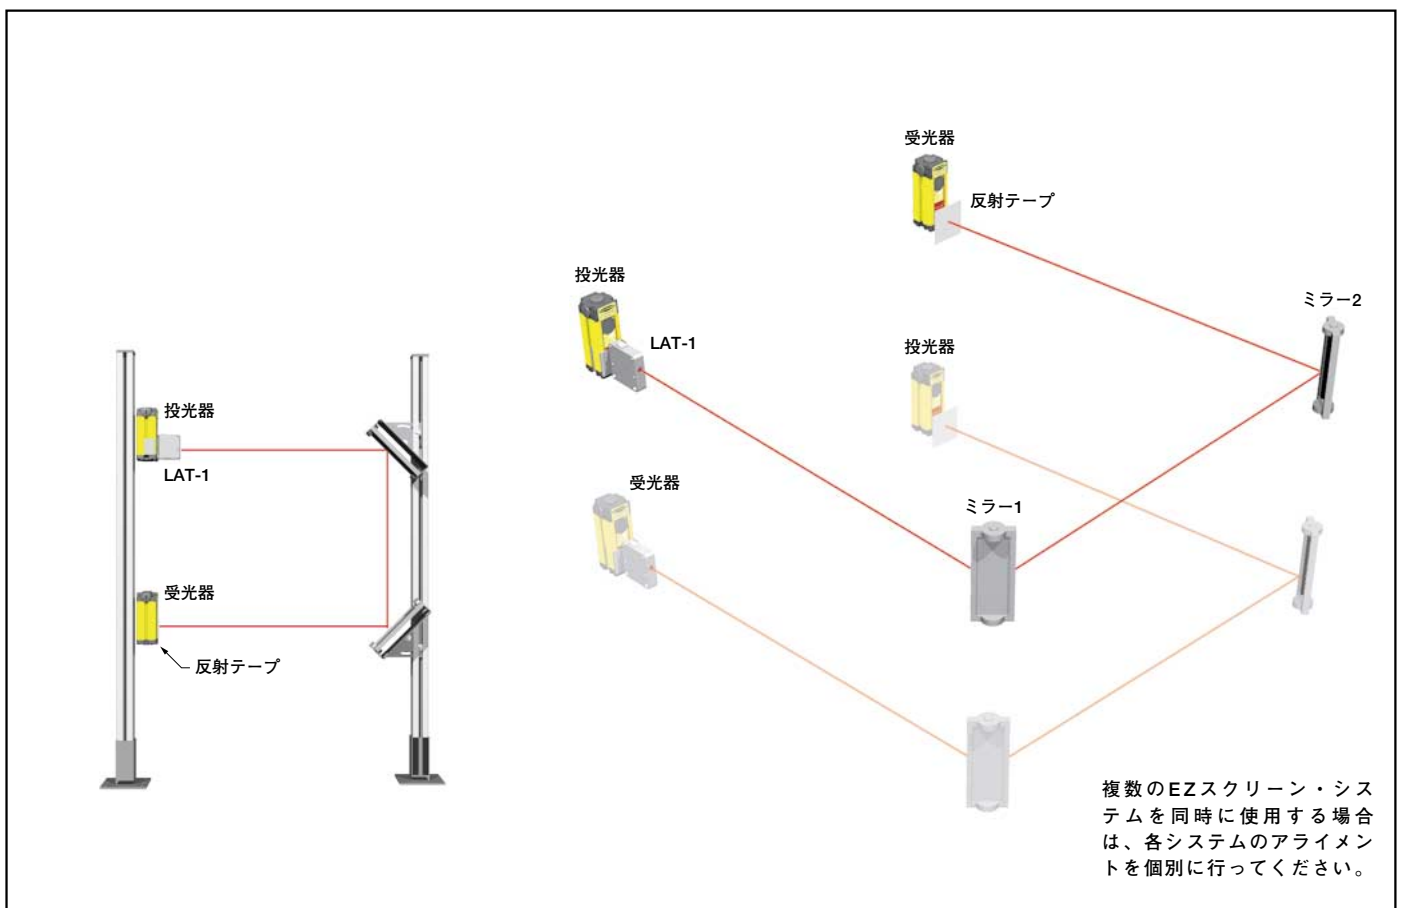

Fig.3-14 LAT-1を使用した光学的アライメント
- 2) コーナーミラーをアプリケーションで使用しない場合は、反射率の高い対象物(白い紙、LAT-1に付属の反射テープ、オプションのクリップ式反射板など)を受光器の光軸位置に取り付けるか保持します。反射テープなど粘着剤付きのものをレンズやミラーの表面に貼り付けしないでください; 粘着剤のかすは簡単に取り除けません。Fig.3-14をご参照ください。